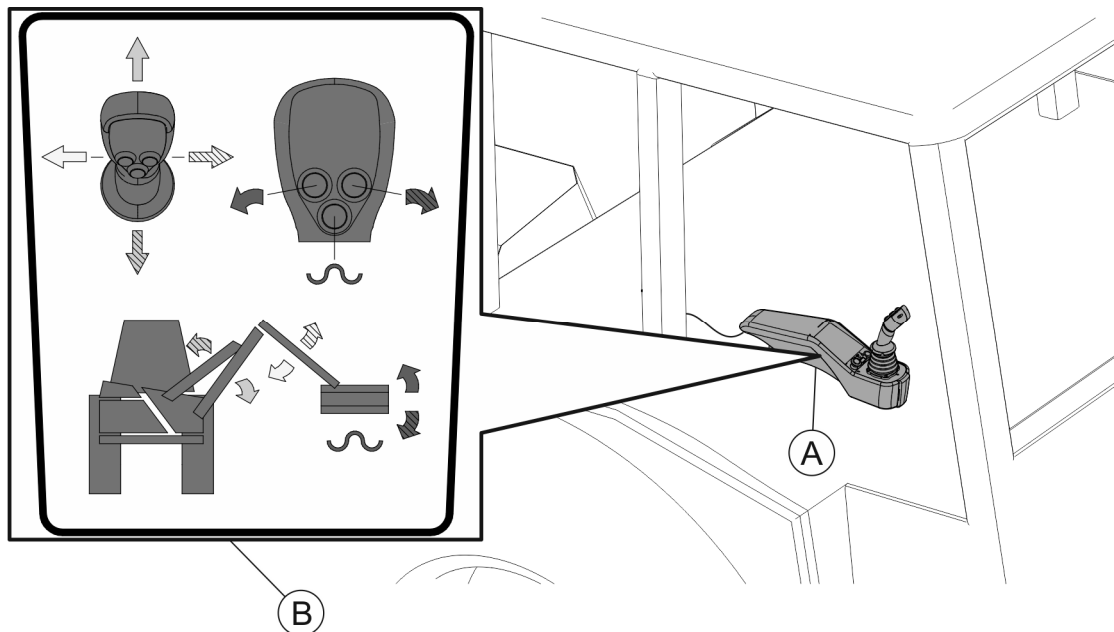

РИСУНОК 4.4 Панель керування з джойстиком багатофункціональної стріли WWT424C/WWT484C всередині кабіни носія інструменту (тягача) з піктограмою.
- Панель керування з джойстиком (A) (РИСУНОК 4.4) багатофункціональної стріли WWT424C / WWT484C повинна бути встановлена всередині кабіни носія інструменту (тягача) у місці, яке забезпечує вільне маневрування елементами керування з сидіння оператора носія інструменту (трактора). Пульт керування повинен бути закріплений стабільно таким чином, щоб не зачіпати захисну конструкцію носія інструменту (трактора). Штекер електричного джгута панелі керування (A) (РИСУНОК 4.4) слід під'єднати до роз'єму електрогідролічної системи багатофункціональної стріли.
Управління важелями багатофункціональної стріли та робочою головкою здійснюється за допомогою пульта керування разом з джойстиком, розташованого всередині носія інструменту (трактора) (РИСУНОК 4.4).